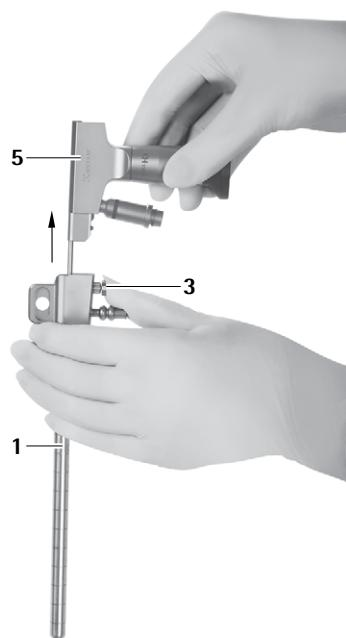

Fig. 8
► Premere il pulsante di rilascio **3** ed estrarre l'endoscopio **5** dal trocar MINOP InVent **1**, vedere Fig. 8.